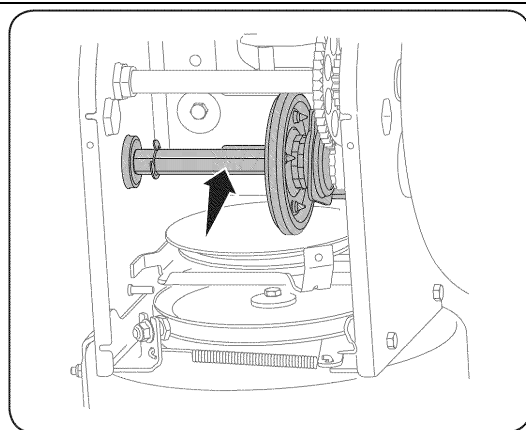

Рис. 16
4. Нанесите тонкий слой моторного масла (или масло 3 в 1) на шестигранный вал. (См. Рис. 16).